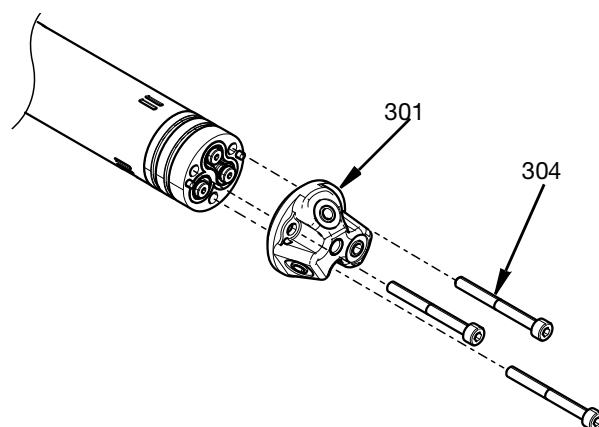

FIG. 30
10. Fixez la tête de la buse (301) à l'adaptateur à l'aide des vis M4 (304) vissées à travers le corps central. Serrez au couple de 29,2 po-lb (3,3 N•m). Voir FIG. 30.